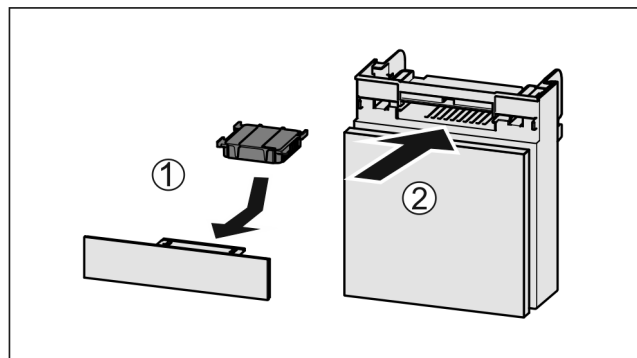

Fig. 115
- Aktivkohlefilter nach Abbildung einsetzen Fig. 115 (1).
- Fach einschieben Fig. 115 (2).